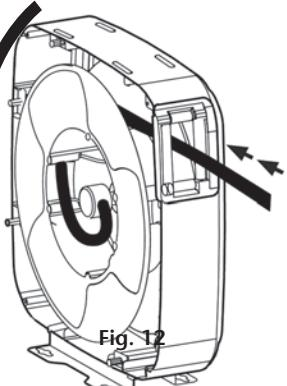

Fig.14
3. Gently pull the hose, it will be automatically rewound (fig. 14).
3. Gently pull the hose, the hose is automatically rewound (fig. 14).
3. Tirez doucement sur le flexible pour le libérer du cliquet et accompagnez le jusqu'à ce qu'il soit complètement rembobiné (fig. 14).
3. Tire suavemente de la manguera hasta que quede liberada del trinquete y se recoja por si misma (fig. 14).
3. Ziehen Sie nun vorsichtig den Schlauch, um ihn anschließend automatisch aufrollen zu lassen (Fig. 14).